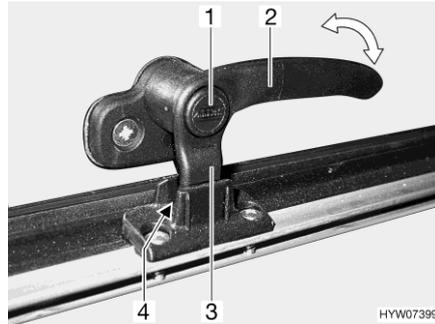
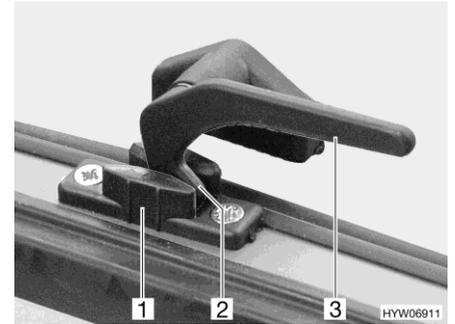

Bild 101 Verriegelungshebel mit Sicherungsknopf in Stellung "Dauerbelüftung"
Bild 102 Verriegelungshebel in Stellung "Dauerbelüftung"
- in Stellung "Dauerbelüftung" (Bild 101 und Bild 102)
- Wenn vorhanden, Sicherungsknopf (Bild 101,1) drücken und gedrückt halten.
- Den Verriegelungshebel (Bild 101,2 oder Bild 102,3) eine viertel Umdrehung zur Fenstermitte hin drehen.
- Den Verriegelungshebel wieder zurückdrehen. Die Verriegelungsnase (Bild 101,3 oder Bild 102,2) am Verriegelungshebel dabei in die Aussparung der Fensterverriegelung (Bild 101,4 oder Bild 102,1) einfahren.
- Wenn vorhanden, Sicherungsknopf (Bild 101,1) loslassen.